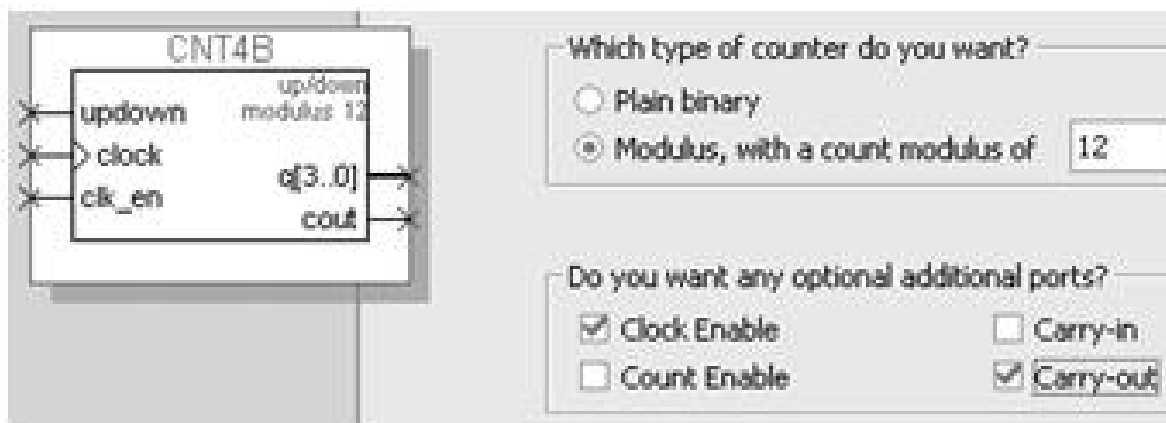

图 6-4 设定计数器，含时钟使能和进位输出
(3) 再单击**Next**按钮，打开如图6-4所示的对话框